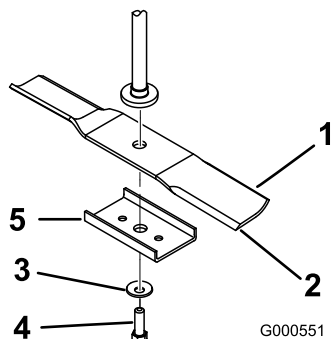

Figura 37
Sujete el extremo de la cuchilla usando un trapo o un guante grueso. Retire del eje el perno de la cuchilla, la arandela curva, el refuerzo de la cuchilla y la cuchilla (Figura 37).
1. Instale la cuchilla en el eje (Figura 37).
2. Instale el refuerzo de la cuchilla, la arandela curva (con la copa hacia la cuchilla) y el perno de la cuchilla (Figura 37).